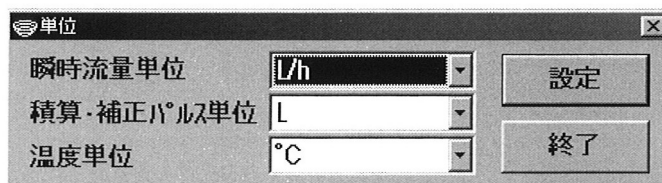

図30
- ① 画面上部メニューの「設定(M)」をクリックし、「単位(U)」を選び再度クリックします。
- ② 図30のような「単位」設定用のメッセージボックスが現れます。